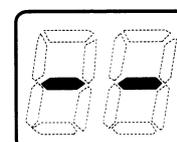

fig. 2
PASO 2: Verifique que todos los comandos remotos están encendidos y que muestran la temperatura cuando se encienden. Si cualquier comando remoto muestra "dos líneas" (ver fig.2), repita el procedimiento desde el PASO 1.